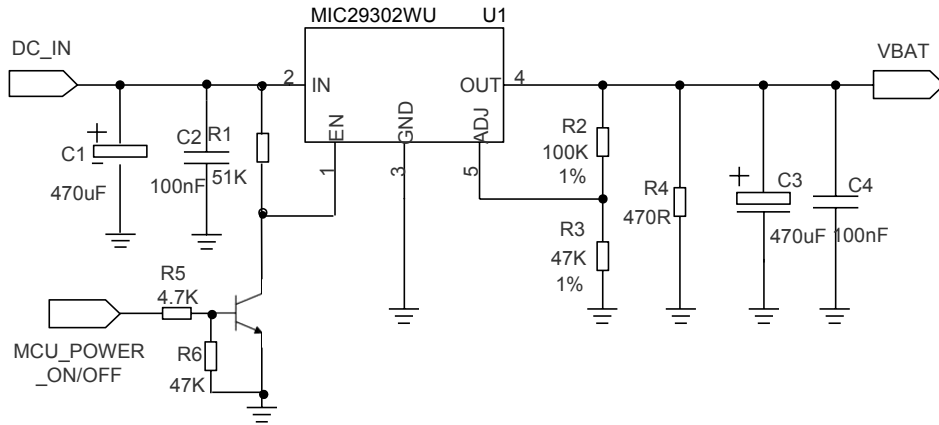

图 5：供电输入参考设计
2. 模块带充电功能，如果客户使用图 5 的方式设计电源，需要在软件中关闭充电功能，或者在VBAT 通路上串接肖特基二极管，防止电流反向流入电源芯片。